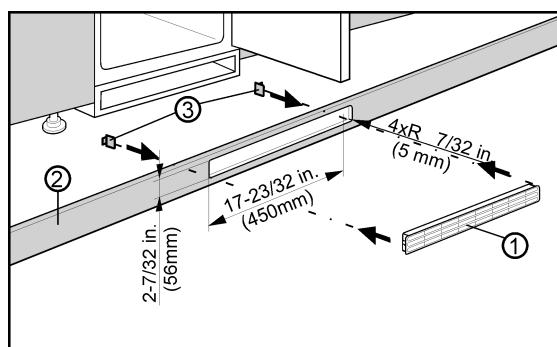

Fig. 8
La ventilación inferior a través del fondo del mueble de cocina se puede practicar con la rejilla de aire Fig. 8 (3) suministrada o mediante un orificio de ventilación con un área de sección transversal de al menos 31 in2 (200 cm2). Si utiliza la rejilla de aire Fig. 8 (1) suministrada, proceda de la siguiente manera:
- Instale la rejilla de aire Fig. 8 (1) en el hueco del fondo del mueble de cocina Fig. 8 (2).
- Inserte los conectores de resorte Fig. 8 (3) por detrás en la rejilla hasta que los ganchos toquen el fondo del mueble de cocina.